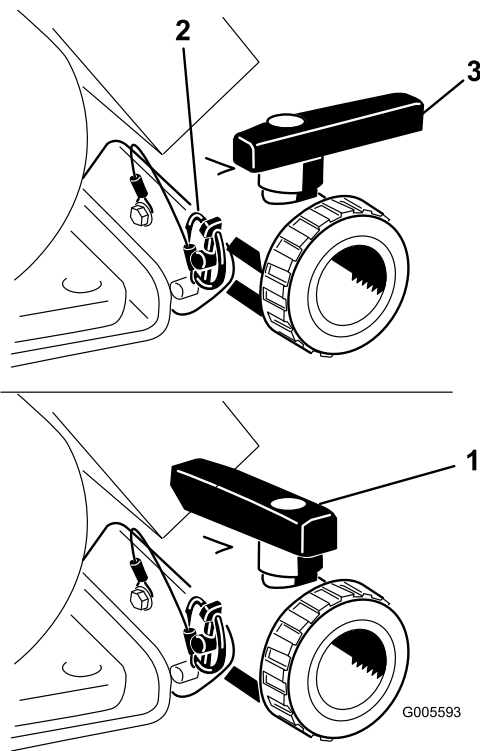

Figura 21
Abra a válvula para escoar do depósito qualquer material não usado e eliminá-lo de acordo com as normas locais e as instruções do fabricante (Figura 21). Depois de vazio, remova o pino de sujeição no suporte que segura a válvula de escoamento à máquina e deixa a válvula poisada no chão. Isto permite que escoar qualquer material residual da linha.
3. Quando o depósito estiver escoado na totalidade, instale a válvula na estrutura com o pino de sujeição removido previamente e feche a válvula de escoamento (Figura 21).